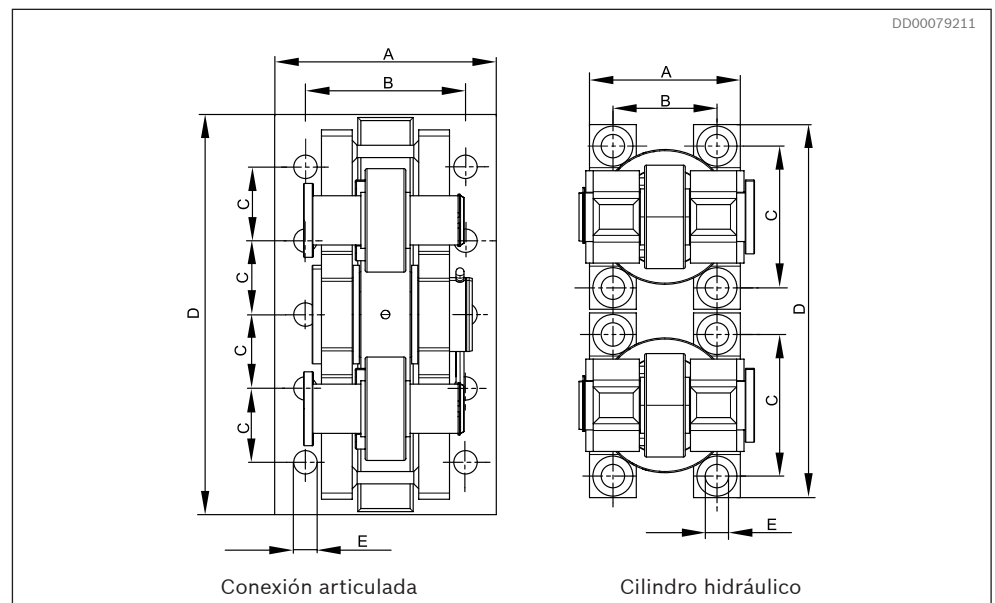

Fig. 36: Patrón de perforación de la conexión articulada y el cilindro hidráulico de DTCBM 4600 a DTCBM 6000
- 2 Patrón de perforación y medidas para fijar en el suelo ver Fig. 36 y Tabla 12